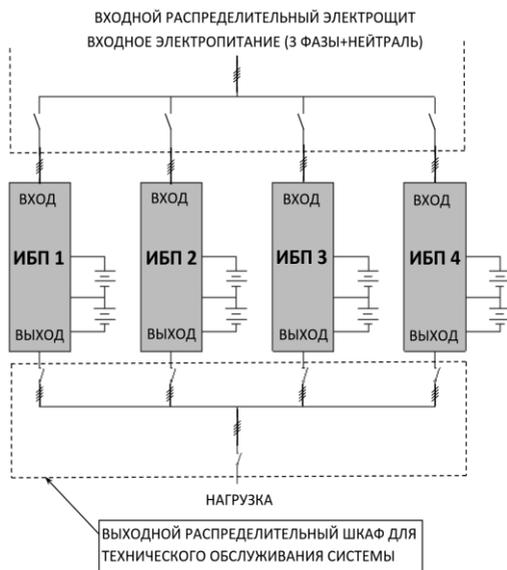
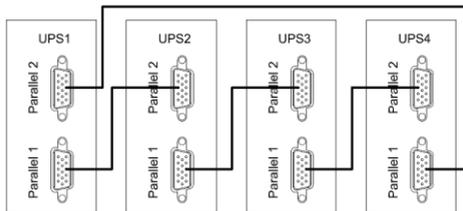

Рисунок 24 — Пример схемы подключения четырех изделий в систему параллельного резервирования с выходным распределительным шкафом.
Рисунок 25 — Схема соединения изделий в «кольцо» через параллельные порты
**Изделие имеет встроенный параллельный контроллер и может работать в системе бесперебойного питания с параллельным резервированием (см. рисунок 24 и рисунок 25). Целью такой системы является либо повышение надежности (резервирование), либо увеличение общей выходной мощности (масштабирование). При исправности всех соединенных параллельно изделий (от двух до четырех) нагрузка равномерно распределяется между ними, а в случае выхода из строя одного из изделий — перераспределяется между исправными изделиями, неисправное изделие отключается от системы.**
<p style="text-align: center;">ВНИМАНИЕ!</p> <p>Установите дополнительные внешние выходные выключатели (см. рисунок 24) между выходными клеммами каждого изделия и общими шинами, тщательно соблюдая фазировку.</p>
- отключите входное сетевое питания каждого изделия. Убедитесь в том, что все внешние выключатели разомкнуты (см. рисунок 24);
- 1) Убедитесь в том, что все подключения входных/выходных проводов и последовательность фаз входных проводов выполнены правильно (см. раздел «ПАРАЛЛЕЛЬНОЕ ПОДКЛЮЧЕНИЕ ИЗДЕЛИЙ»). Установите автоматический выключатель АКБ (SF) в выключенное положение, при подключенных внешних АКБ. Измерьте напряжение на положительной и отрицательной группах батарей. Убедитесь в том, что напряжение на клеммах обеих групп батарей в норме.
- 3) Подайте трехфазное сетевое напряжение от распределительного щита питающей линии на все изделия (см. рисунок 24).